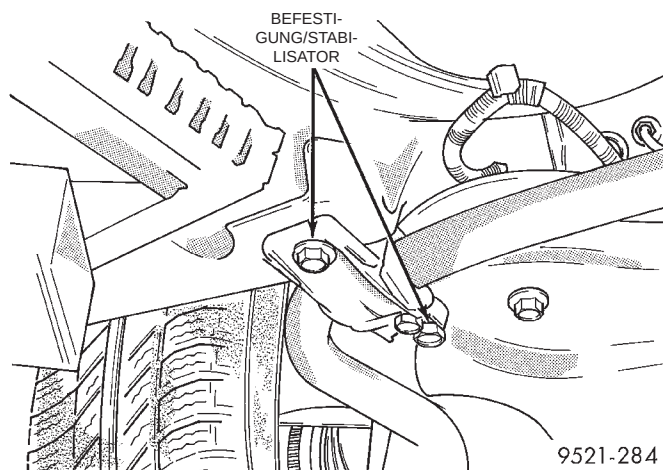

Abb. 53 Befestigungen des Stabilisators
(28) Befestigungen des Stabilisators lösen (Abb. 53).